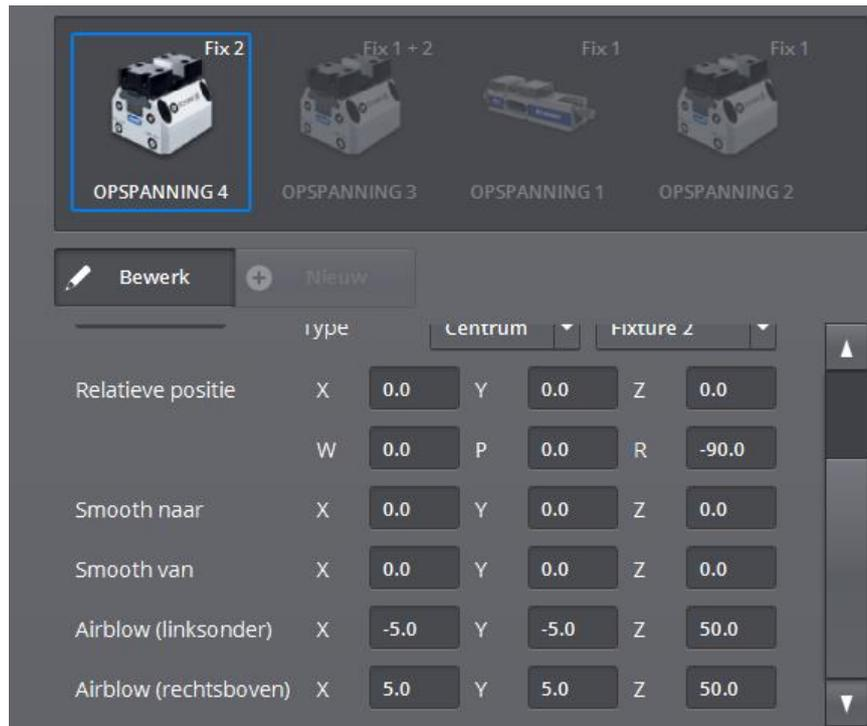

Figure 74 - Traitement des dispositifs de serrage (2)
Outre leur dénomination, leur illustration et leur hauteur, le logiciel permet d'en indiquer la position relative (par rapport au point zéro de la table de la machine) et d'indiquer le **déplacement en douceur en provenance et à destination d'un point déterminé**. Cet écran permet aussi de définir un rectangle de soufflage par défaut (voir Figure 74 - Traitement des dispositifs de serrage (2)). Pour définir un tel rectangle, nous aurons recours à deux jeux de coordonnées. Le premier jeu indique l'angle inférieur gauche du rectangle, le deuxième en indique l'angle supérieur droit. Il faut se représenter l'installation du dispositif de serrage au centre de la machine et la définition d'un rectangle autour de ce dispositif. Notez que ces deux jeux de coordonnées relatives sont définis par rapport au dispositif de serrage. En d'autres termes, si  $X = 5$ , le jet d'air va s'éloigner de 5 mm par rapport au bord droit du dispositif de serrage.